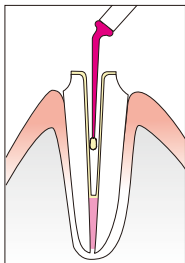

図7
- ① 根管内を水洗・乾燥した後、ユニフィルコア セルフエッチングボンドA液、B液をマイクロチップアプリケーションャーを用いて5秒間混和し、根管内及び歯冠部全面に塗布します(図7)。